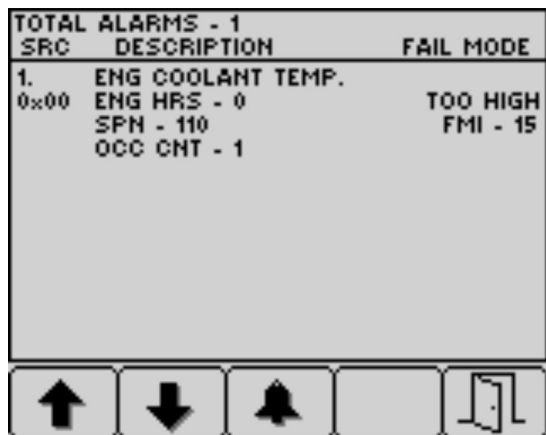

図 80
4. ボタン5を押すと不具合表示を出てホーム画面に戻る。図 80
5. ボタン5を押すと不具合表示を出てホーム画面に戻る 図 80 エンジン関係のアドバイス \(ページ 42\)を参照。